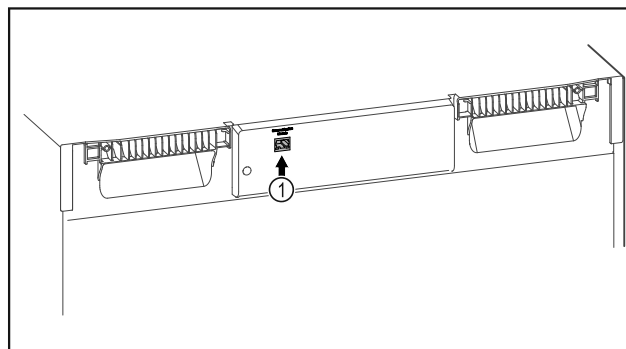

Fig. 84
- Moduli SmartModule Fig. 84 (1) është vendosur.